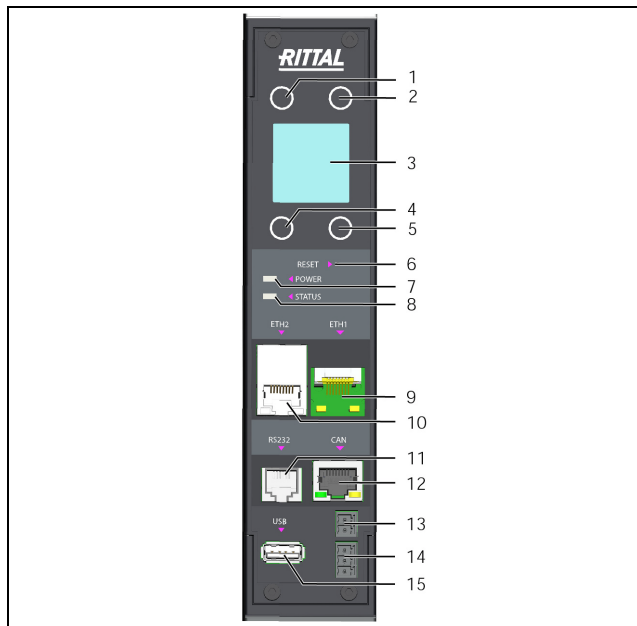

Imagen 5: Elementos de mando e indicación, así como conexiones de la unidad de proceso CMC III edición 19"
Los elementos de mando e indicación se muestran en la imagen 5.
En el frontal de la unidad de proceso CMC III edición 19" se encuentra integrado un multi-led para la indicación del estado (imagen 5, pos. 8). En la conexión CAN-Bus (imagen 5, pos. 12), así como en la interfaz Ethernet (imagen 5, pos. 9 y pos. 10) se encuentran más leds.
Las distintas opciones del menú se seleccionan mediante el botón «Bajar» (imagen 5, pos. 5) o «Subir» (imagen 5, pos. 2). Para desplazarse de un nivel de menú a otro pulse el botón «Esc» (imagen 5, pos. 1) o el botón «Return» (imagen 5, pos. 4).
- Pulse el botón «Subir» (imagen 5, pos. 2) o el botón «Bajar» (imagen 5, pos. 5) repetidamente hasta que la cifra deseada aparezca en la primera posición del PIN.
- Pulse el botón «Return» (imagen 5, pos. 4) para acceder a la segunda cifra del PIN.
- Para finalizar pulse el botón «Return» (imagen 5, pos. 4). Se mostrará el submenú seleccionado anteriormente.